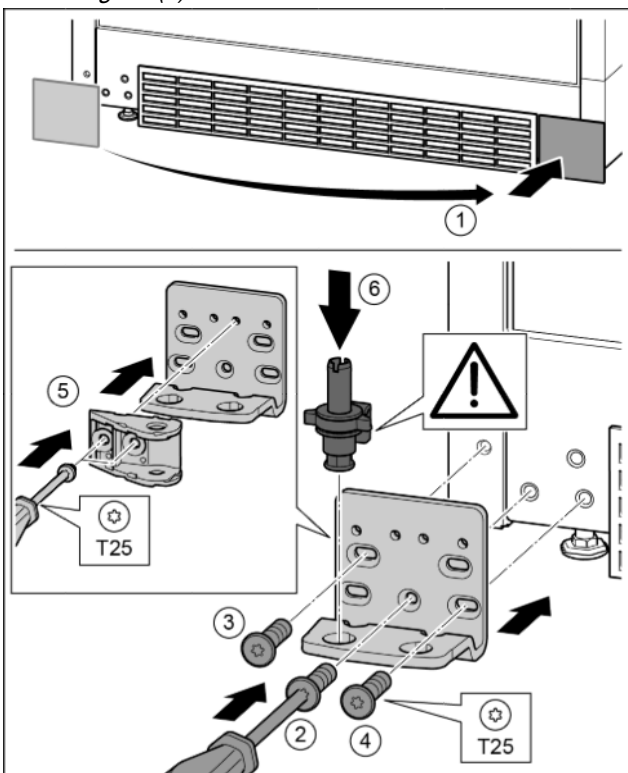

Fig. 32
- ▶ Снять крышку и поставить с другой стороны. Fig. 32 (1)
- ▶ Установить опорный кронштейн с другой стороны и прикрутить с помощью отвертки T25. Начинать с винта 2 в центре. Fig. 32 (2)
- ▶ Затянуть винты 3 и 4. Fig. 32 (3, 4)
- ▶ Повернуть навеску двери на 180°. Прикрутить с другой стороны опорного кронштейна с помощью отвертки T25. Fig. 32 (5)
- ▶ Снова установить опорный палец в сборе. При этом следить за тем, чтобы выступ фиксатора был направлен назад. Fig. 32 (6)